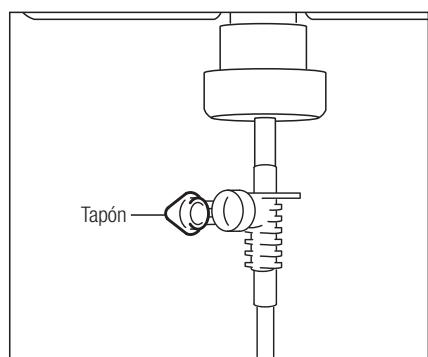

Fig. 12
- 5) Abra el tapón para dejar que entre aire en el envase. (Fig. 12)